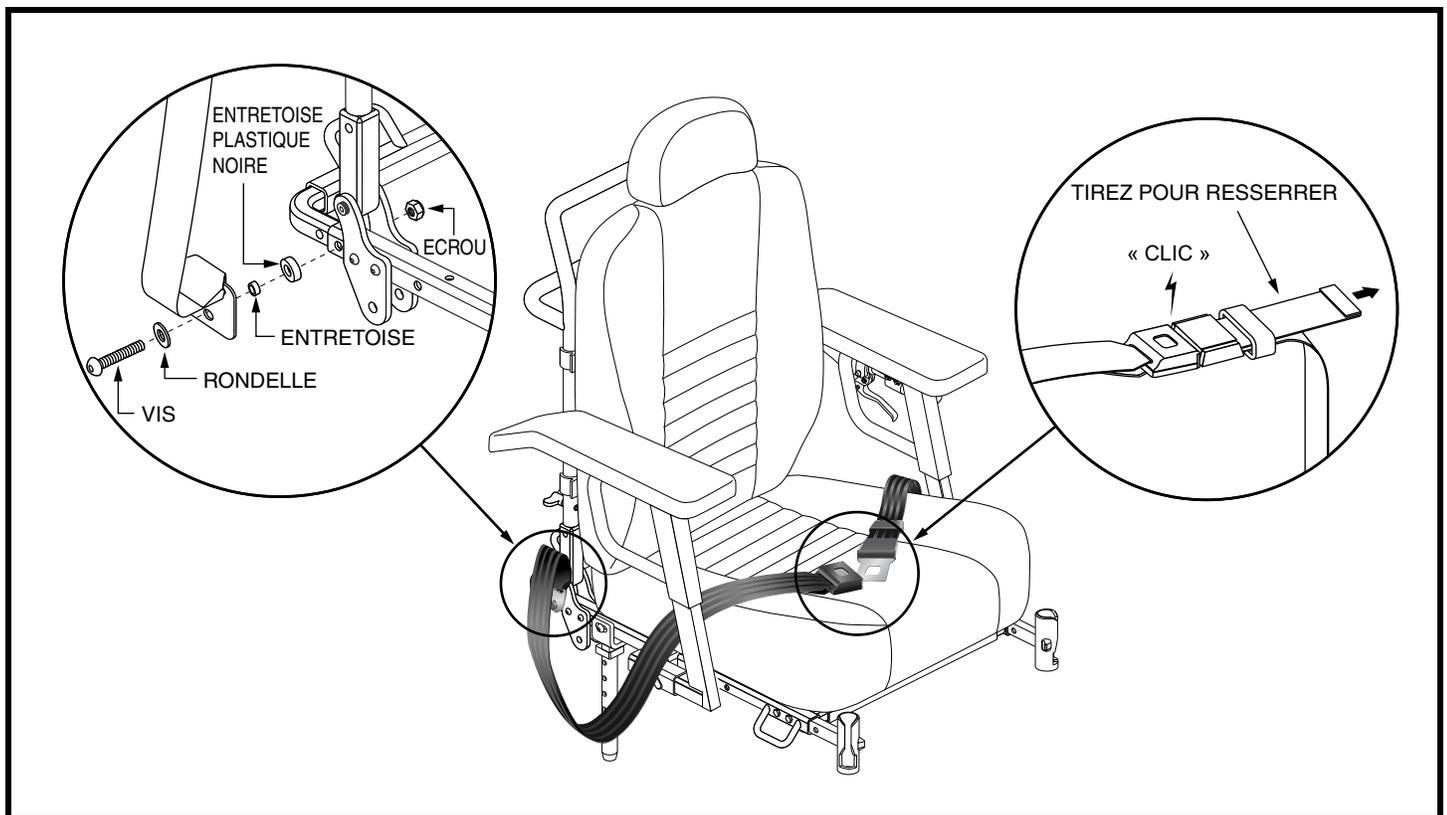

Figure 28. Ceinture de positionnement sur siège Euro
Votre fauteuil motorisé peut être équipé d'une ceinture de positionnement de type automobile réglable pour un meilleur confort. La ceinture de positionnement, réglable, a été conçue pour soutenir et empêcher tout glissement vers le bas ou vers l'avant une fois assis. La ceinture de positionnement n'a pas été conçue pour être utilisée comme ceinture de sécurité. Voir la figure 28 ou 29.
1. Insérez la vis par la rondelle et la languette de montage à l'extrémité de la ceinture de positionnement. Voir la figure 28.